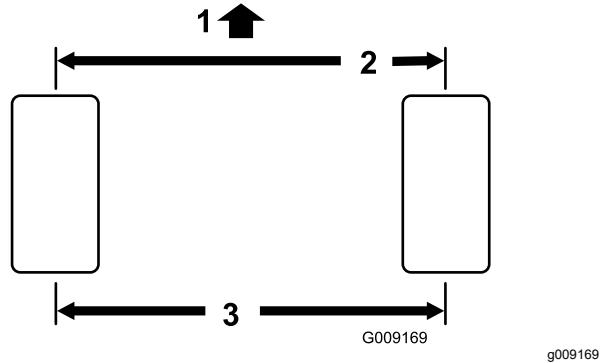

图 70
2. 测量前、后转向轮胎中心到中心轮轴高度的距离(图70)。